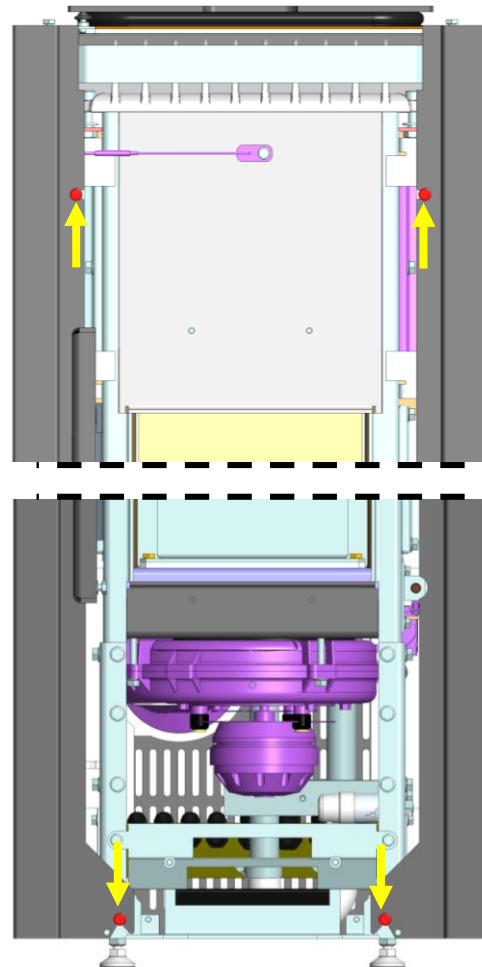

Abb. 25: Front family.nrg
2. Die 4 Schrauben für die Seitenverkleidungen vorne lösen, siehe Abb. 25 (nicht heraus-schrauben).